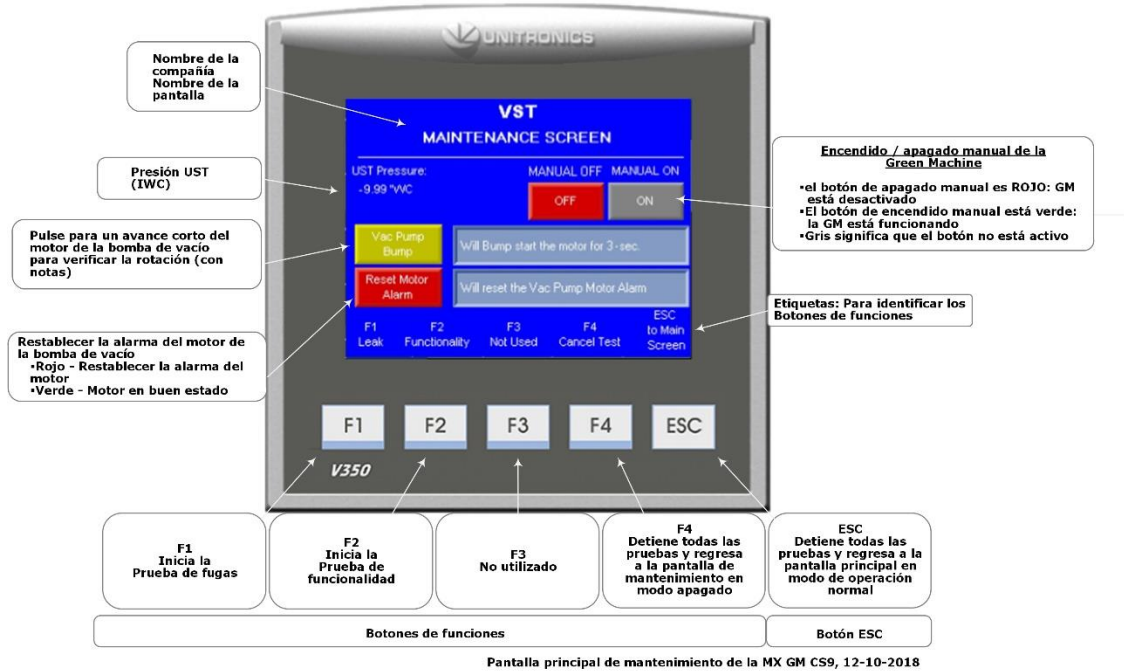

Figura 6-3: Pantalla de mantenimiento
1. Asegúrese de que la pantalla de mantenimiento se muestre en el PLC. **Vea la Figura 6-3.** (La GREEN MACHINE ahora está en el modo Manual OFF (apagado manual) y no funcionará.)
1. En la pantalla de mantenimiento, presione el botón de pulsación de la bomba de vacío para acceder a la pantalla de confirmación de impacto del motor. **Vea la Figura 6-3.**